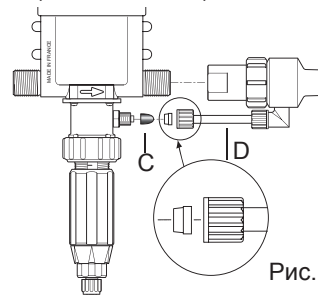

Рис. 2
Что касается моделей с наружным инжектором (IE), позволяющих работу при наличии некоторых концентрированных коррозионных продуктов, дозатор Dosatron поставляется с трубкой для наружного впрыскивания (Рис. 2-D). Будьте осторожны при завинчивании элементов !
ВНИМАНИЕ ! Поместите сетчатый фильтр на расстоянии приблизительно 10 см [4"] от дна резервуара с раствором для предотвращения всасывания нерастворимых частиц, которые могут повредить корпус дозатора (Рис. 2).